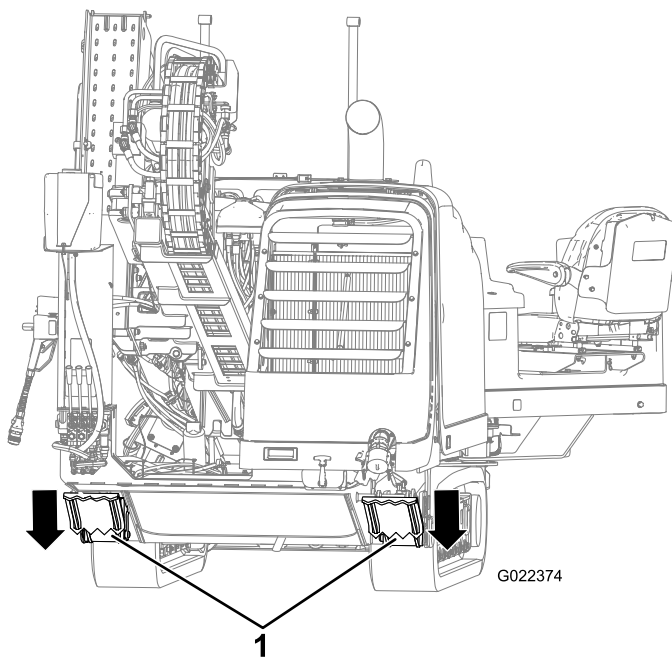

Рисунок 79
10. Опустите задние опоры, чтобы они плотно уперлись в грунт, или так, чтобы получить нужный угол входа (Рисунок 79).